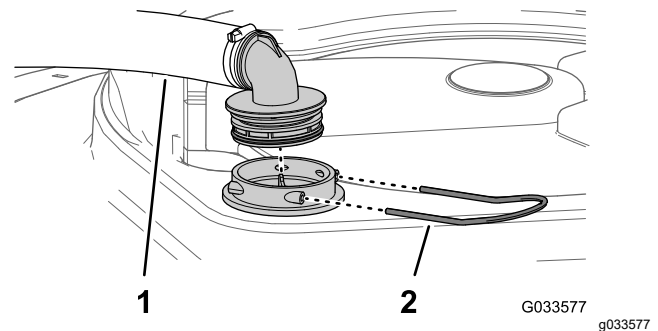

Figure 94
2. Au sommet de la cuve du pulvérisateur, retirez l'étrier qui fixe le raccord de flexible sur le grand flexible et le logement du filtre (Figure 94).
3. Retirez le flexible et le raccord du logement du filtre (Figure 94).